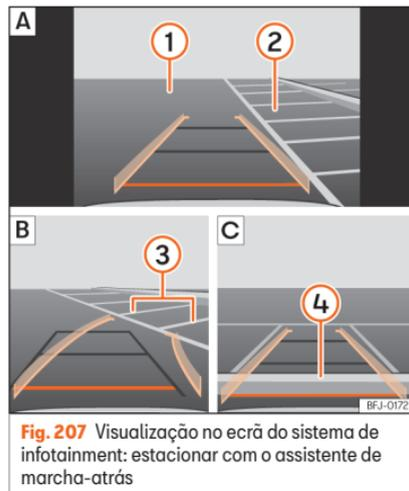

Fig. 207 Visualização no ecrã do sistema de infotainment: estacionar com o assistente de marcha-atrás
Legenda da **Fig. 207**:
- Posicione o veículo à frente do lugar de estacionamento »» Fig. 207 ② [A].
- Retroceda rodando o volante de forma que as linhas amarelas se introduzam no lugar de estacionamento. As linhas verdes e amarelas têm de coincidir com as linhas de delimitação laterais ③ [B].
- Pare o veículo quando a linha vermelha tiver atingido a delimitação traseira ④ [C].